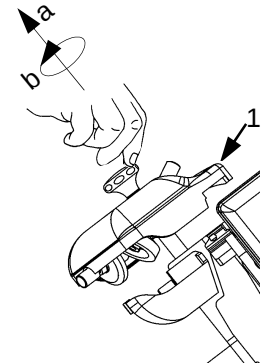

Abb.47
6.den Knopf 2 Abb.47 drücken, das Schneideblatt zwischen den Schleifscheiben ungefähr 30/40 Sek. drehen lassen, bis sich auf der Klinge ein leichter Grat bildet;